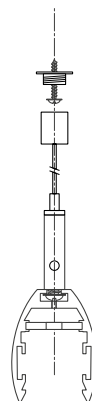

Рис. 3. Установка шинопровода на подвес
- 3.2. Закрепите на шинопроводе держатели подвеса MAG-HANG-2540-L3000 (SL), арт. 034751 (Рис. 3).